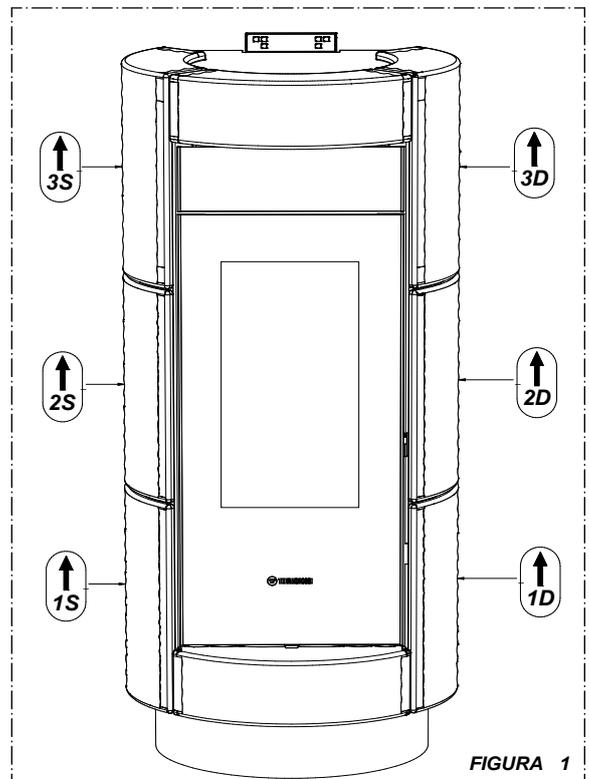

FIGURA 1
-Le maioliche risultano essere numerate nella parte interna (Figura 1).